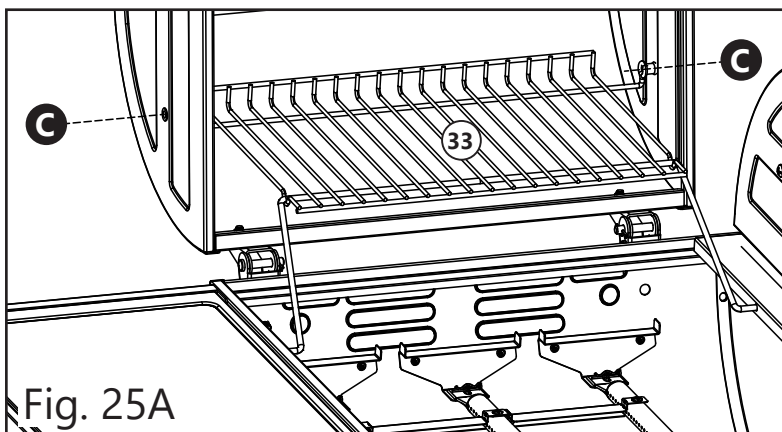

Fig. 25A
Ajuste (2) pernos M6x35 a través de las tapas de la parrilla de gas y carbón vegetal desde la parte exterior y coloque las rejillas de calentamiento de tal manera que los pernos atraviesen el bucle de alambre de las rejillas de calentamiento. (Fig. 25A)